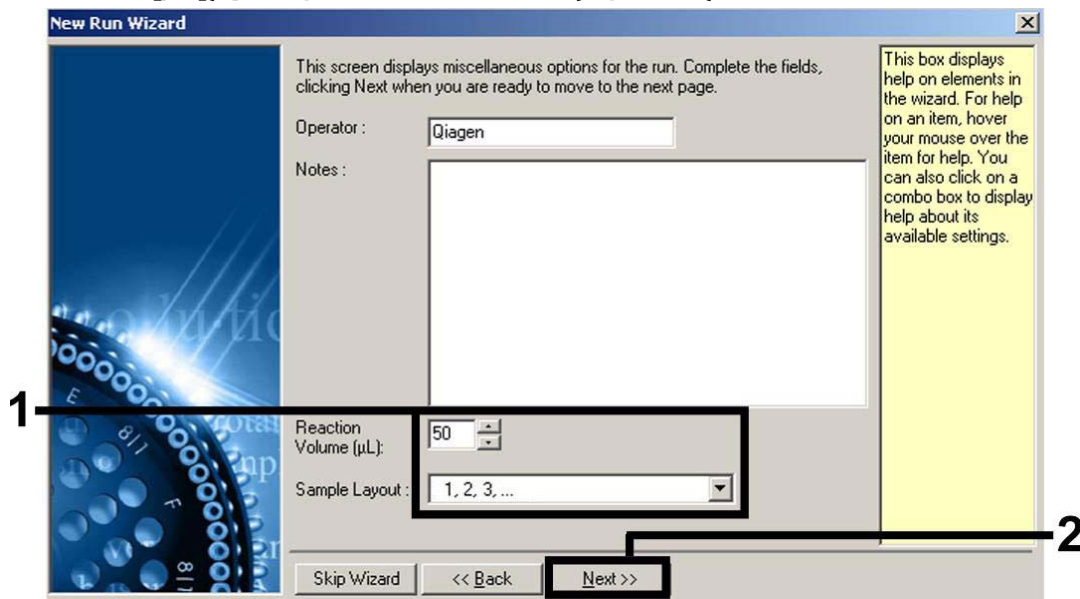

Figura 2. Configuración de los parámetros generales del ensayo.
7. Seleccione 50 en el campo “Reaction Volume (μL):” (Volumen de reacción [μL]) y haga clic en “Next” (figura 2).